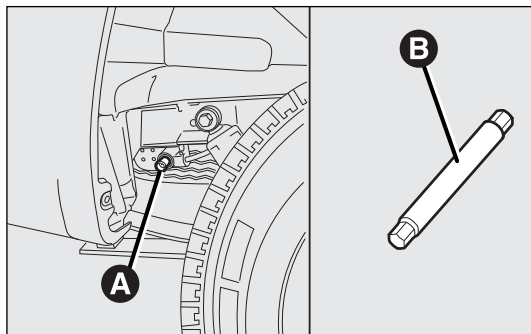
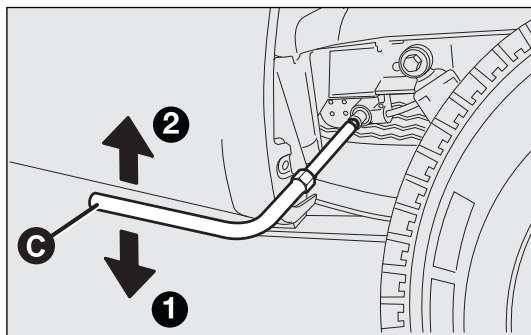

fig. 167
fig. 168
- ☐ para todas las versiones, accediendo desde el pasarrueda derecho del vehículo, accionar el tornillo de maniobra A-fig. 167 del dispositivo de sujeción de la rueda de repuesto, utilizando la llave de serie que lleva la prolongación B;
- ☐ girar la llave C-fig. 168 a la izquierda I para permitir la bajada de la rueda de repuesto;
- ☐ introducir la llave de serie C-fig. 168 que lleva la prolongación B-fig. 167 en el tornillo A-fig. 167 del dispositivo de maniobra del alojamiento de la rueda de repuesto y girarla a la derecha 2 para permitir la subida de la rueda de repuesto, hasta el completo apoyo en el hueco debajo de la plataforma.
- ☐ introducir la llave de serie C-fig. 168 que lleva la prolongación B-fig. 167 en el tornillo A-fig. 167 del dispositivo de maniobra del alojamiento de la rueda de repuesto y girarla a la derecha 2 para permitir la subida de la rueda de repuesto;